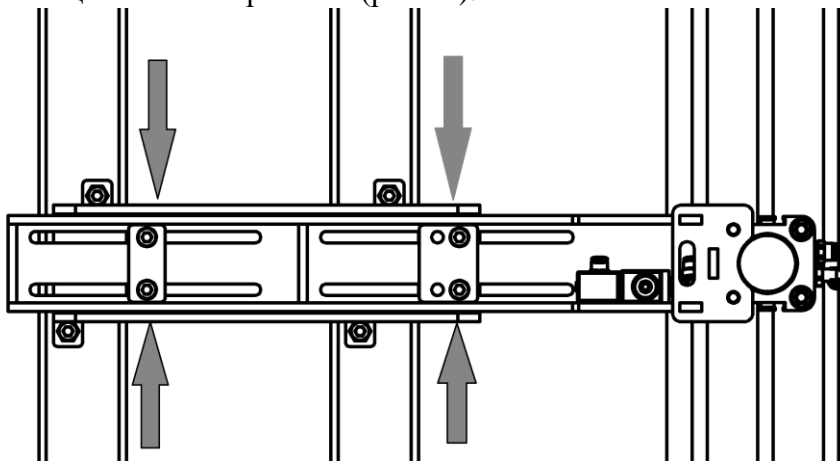

Рисунок 12.
- Перемещаем консоль ПМ в поперечном направлении до нужной точки и затягиваем болты фиксации вылета прижима (рис.12).